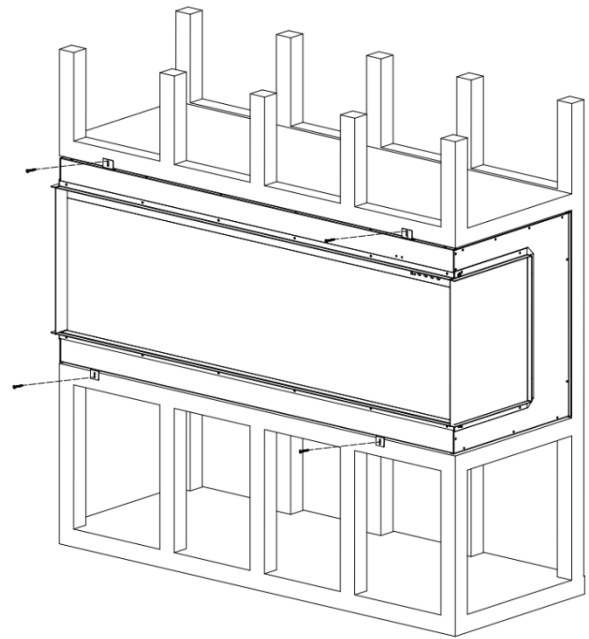

Fig.3-3
13. Introduzir a lareira na abertura da parede. Introduzir os parafusos de fixação nos suportes e nas cavilhas da parede. Ligar a ficha e verificar se a lareira funciona corretamente. Fig.3-3